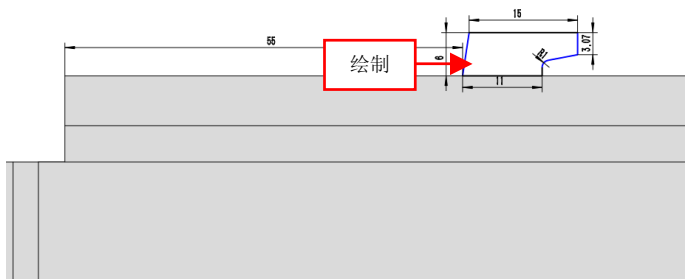

图 13-70 绘制草图对象
(1) 单击【草图绘制】按钮，选择钣金模型的上方内表面对象，进入草图绘制环境，绘制草图对象，如图 13-70 所示。